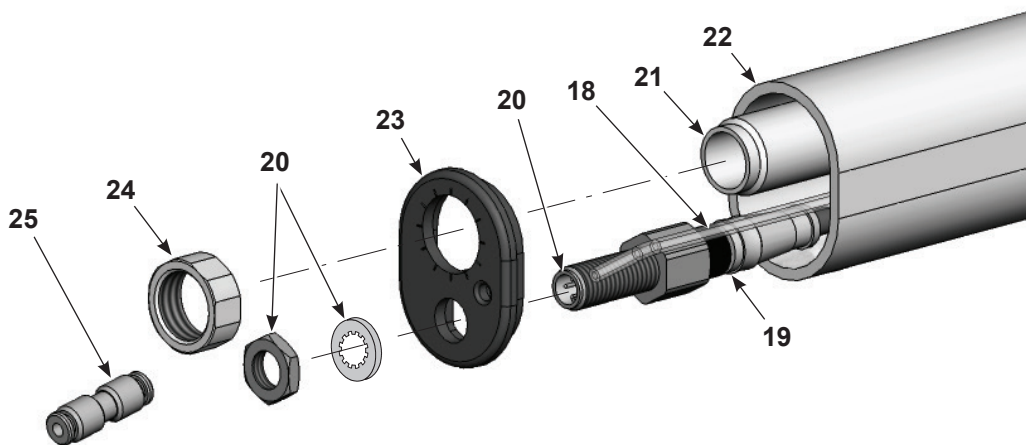

Figura 7-2 Smontaggio della pistola a spruzzo con montaggio su tubo 1 di 5
2. Vedi Figura 7-2. Scollegare il bocchettone (25) dal tubo trasparente dell'aria da 4 mm (18).
3. Scollegare il cavo della pistola a spruzzo (non illustrato) dalla presa del cavo (20).
4. Svitare il dado del tubo di bloccaggio (24) dal tubo di bloccaggio (21).
5. Rimuovere il dado e la rondella di sicurezza dalla presa del cavo (20). Mettere da parte dado e rondella di sicurezza per riutilizzarli.
6. Tirare via il cappuccio (23) dall'estremità della pistola a spruzzo.